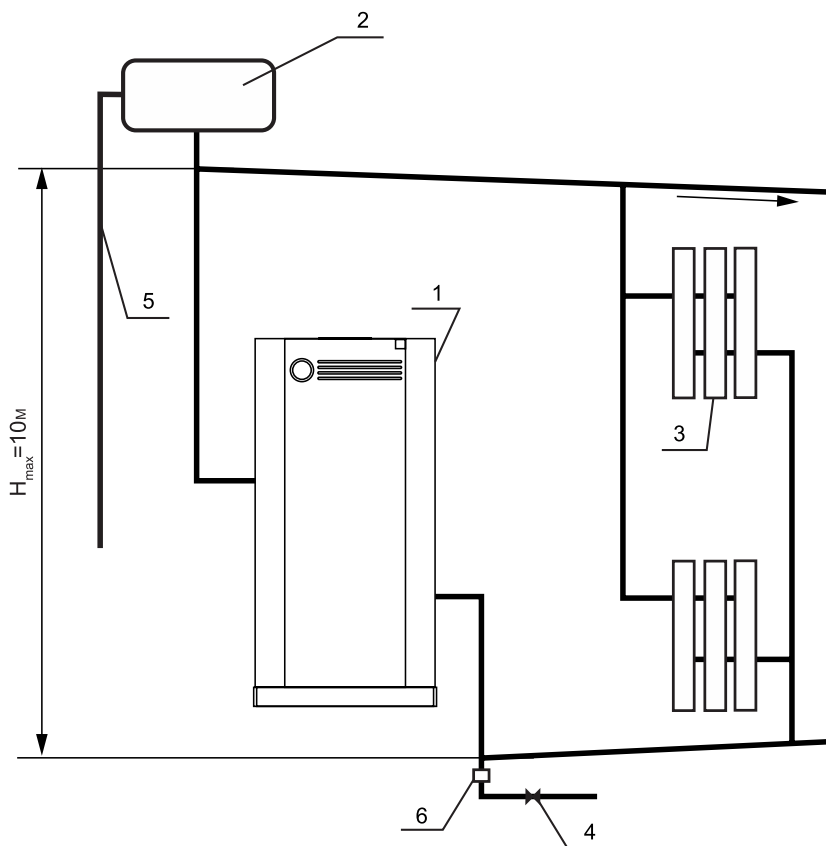

Рис. 2.
- 6.7. Расширительный бачок установлен в верхней точке газового стояка, желательное в отапливаемом помещении. Запрессовывается установленный вентиль на сигнальной трубе (см. рис. 2, 3).